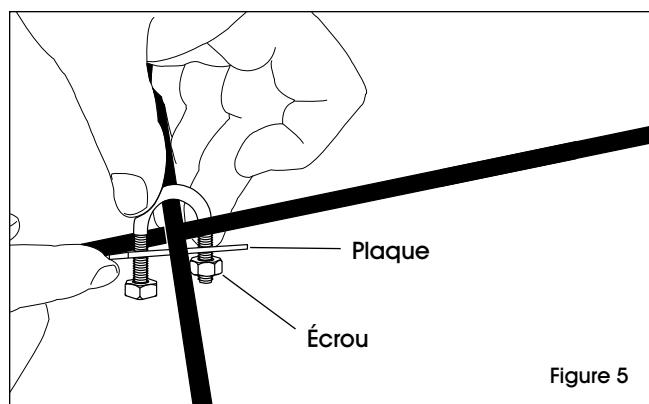

Figure 5
9. Reinsérez ensuite la plaque et les deux écrous sur le boulon en U. Serrez les écrous à l'aide de la pince. (Voir Figure 5)